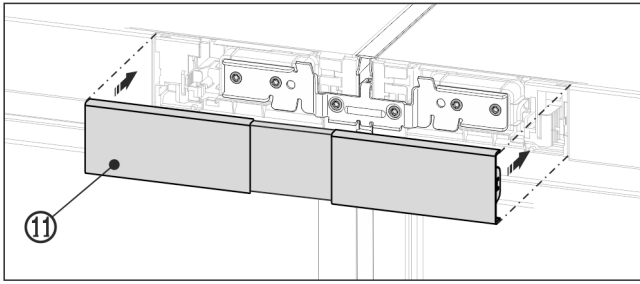

Fig. 23 Shembull ilustrues
- Futni me ngecje kapakun mbulues Fig. 23 (11) të sipërm në hapësirën e ndërmjetme ende të hapur të të dy shiritave të paneleve të komandimit. Bëni kujdes që anët e jashtme të kapakut mbulues të mbyllen rrafsh me shiritin e panelit të komandimit.